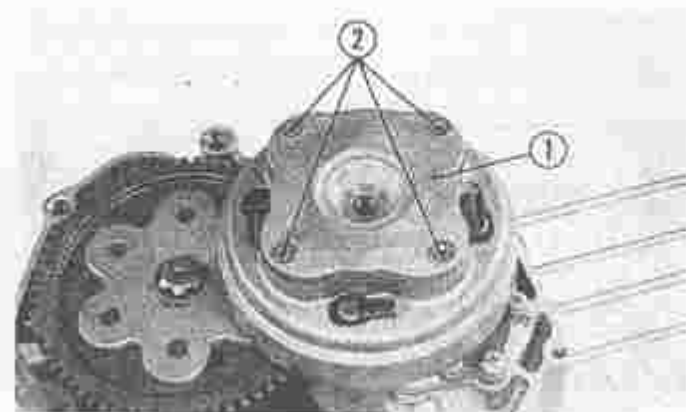

Fig. 44 Demonteren van koppelingdrukplaat
- 3) Demonteer het buiten-deksel met druklager. (Fig. 44)